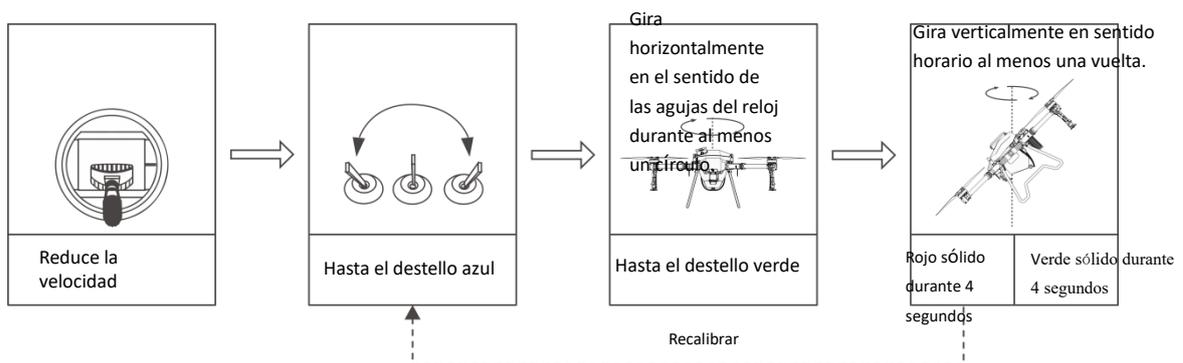

Figura 1-37 Calibración de la brújula
Paso 5: La calibración falla si el indicador de estado muestra rojo sólido durante 4 segundos. Repita los Pasos 2-4 hasta que la operación tenga éxito. Consulte la Figura 1-37.